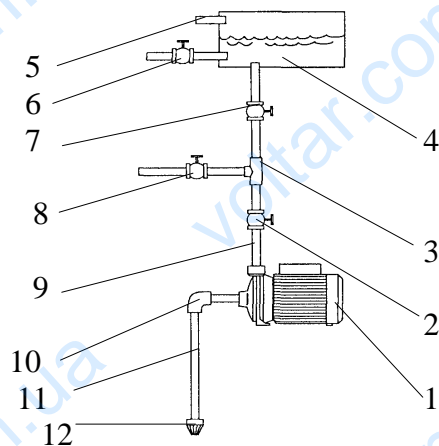

Рис. 4. Примерная схема водоснабжения.
### 6.1. Рабочее положение электронасоса горизонтальное рис. 4, 5.
6.2. Для повышения удобства пользования электронасосом целесообразно установить систему водоснабжения по рекомендуемой схеме рис.4. При этом необходимо обеспечить свободный приток воздуха к кожуху вентилятора, расстояние до стенки не менее 50 мм.